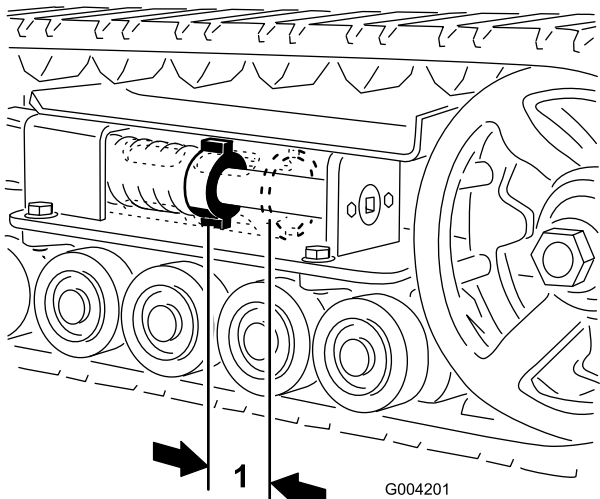
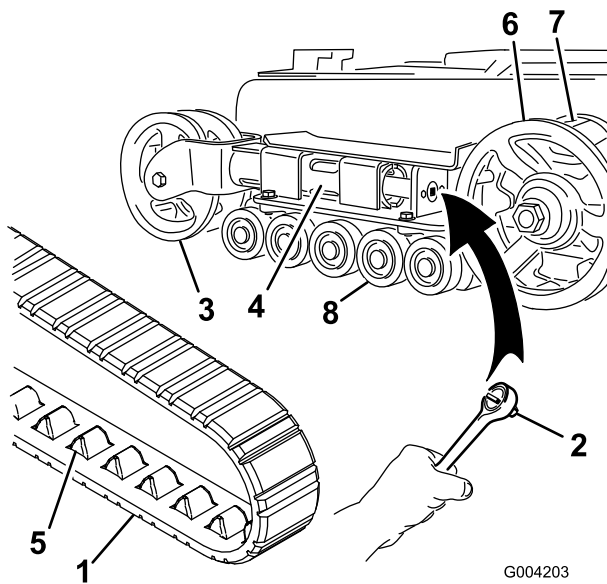
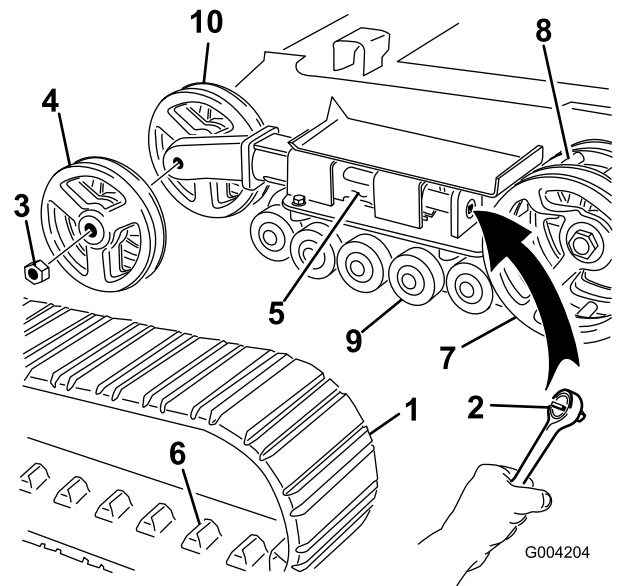

**Figura 39**
Figura 40
Figura 41
3. Retire el perno de bloqueo y la tuerca (Figura 39).
4. Usando una llave de 1/2 pulgada (Figura 40), gire el tornillo tensor en el sentido contrario a las agujas del reloj hasta que la distancia entre la tuerca tensora y la parte de atrás del tubo tensor (Figura 38) sea de 7 cm (2-3/4 pulg.).
5. Alinee la muesca más próxima del tornillo tensor con el taladro del perno de bloqueo, y fije el tornillo con el perno de bloqueo y la tuerca (Figura 39).
4. Usando una llave de 1/2 pulgada, alivie la tensión en la oruga girando el tornillo tensor en el sentido de las agujas del reloj (Figura 39 y Figura 40).
4. Usando una llave de 1/2 pulgada, alivie la tensión en la oruga girando el tornillo tensor en el sentido de las agujas del reloj (Figura 39 y Figura 41).
5. Empuje la rueda tensora hacia la parte de atrás de la unidad de tracción para mover el tubo de horquilla contra el bastidor (Figura 40). (Si no toca el bastidor, siga girando el tornillo tensor hasta que lo toque.)
7. Cuando haya retirado la oruga de la rueda tensora, retírela de la rueda motriz y de las ruedas de rodaje (Figura 40).
8. Empezando en la rueda motriz, pase la oruga nueva alrededor de dicha rueda, asegurándose de que los dientes de la oruga encajen entre los espaciadores de la rueda (Figura 40).
9. Empuje la oruga por debajo de y entre las ruedas de rodaje (Figura 40).
5. Empuje la rueda tensora hacia la parte de atrás de la unidad de tracción para mover el tubo tensor contra el bastidor (Figura 41). (Si no toca el bastidor, siga girando el tornillo tensor hasta que lo toque.)
6. Retire la tuerca que fija la rueda tensora exterior y retire la rueda (Figura 41).
7. Retire la oruga (Figura 41).
8. Retire la tuerca que fija la rueda tensora interior y retire la rueda (Figura 41).
12. Instale la rueda tensora interior y fíjela con la tuerca que retiró anteriormente (Figura 41).
14. Instale la oruga nueva, asegurándose de que los dientes de la oruga encajen entre los espaciadores de la rueda motriz (Figura 41).
15. Instale la rueda tensora exterior y fíjela con la tuerca que retiró anteriormente (Figura 41).